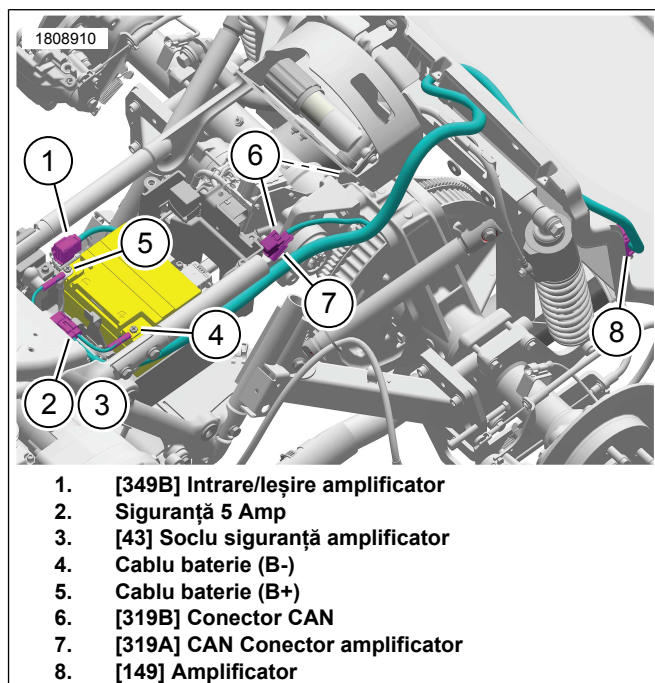
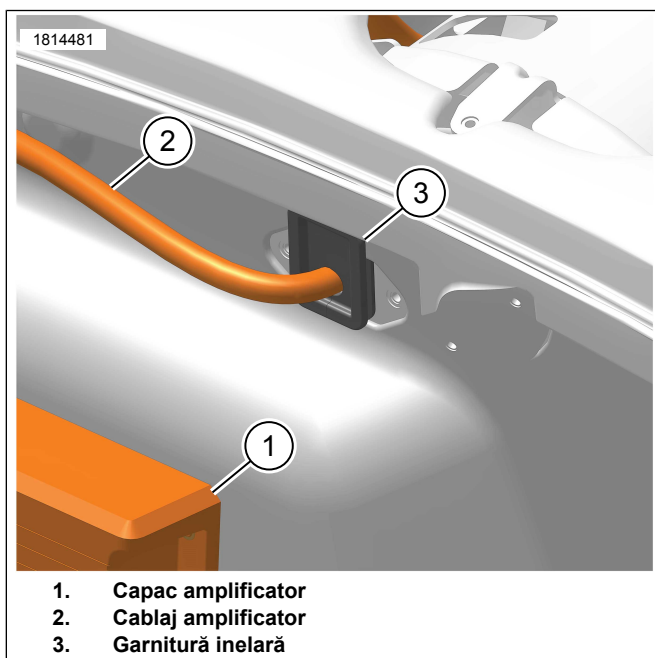

Figura 6. Direcționarea cablajului pentru amplificator
Figura 7. Garnitură inelară
1. Figura 6 Dirijați cablajul de-a lungul cadrului.
2. Dirijați conectorul ramificației cablajului [349B] (1) prin spatele zonei cutiei bateriei spre capacul din partea dreaptă.
9. Figura 6 Dirijați conectorul cablajului [149B] (8) la amplificator.
10. Conectați conectorul [149B] (8) la amplificator.
11. Figura 7 Montați garnitura inelară.
- a. Folosind fanta din garnitură (3), instalați-o la cablajul amplificatorului (2).
- c. Instalați garnitura (3) la portbagaj.